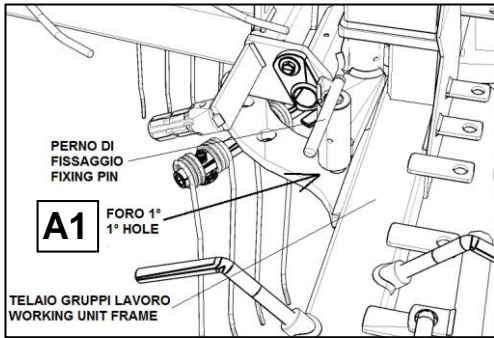

fig.11D
4. **Fig.11D** - Il telaio gruppi di lavoro bloccato nel foro **A1**, mediante perno a maniglia.
4. **Fig.11D** - The working unit frame locked in **A1** hole, by means the handle pin.